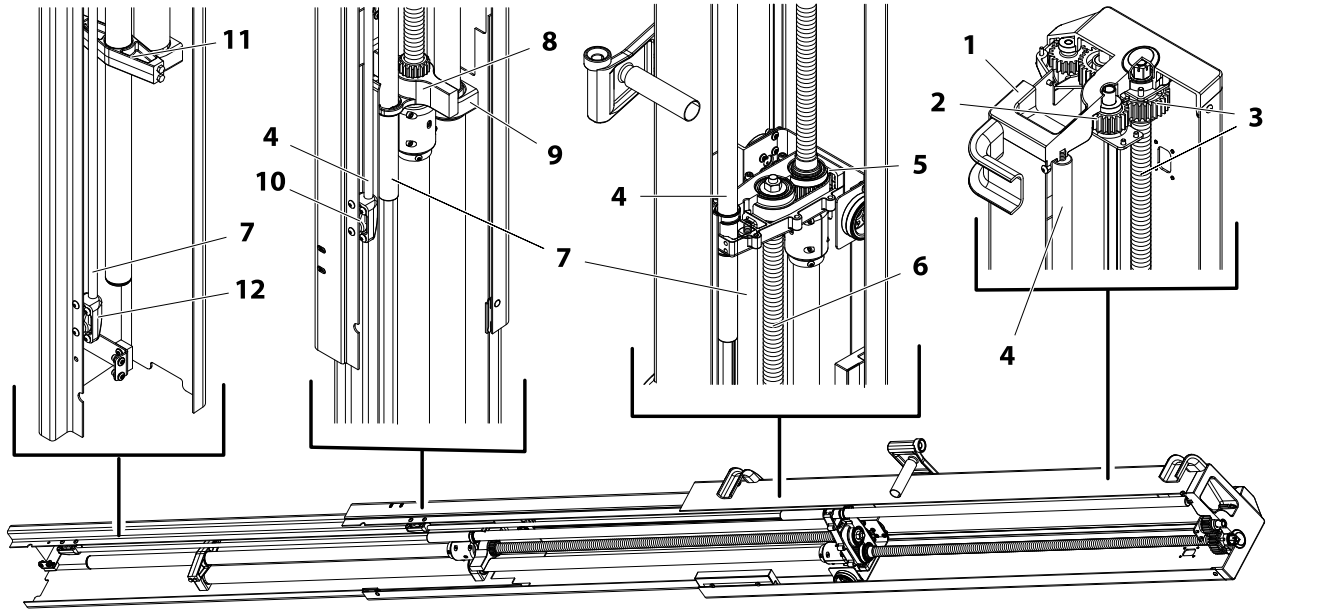

Figura 6-1. FT70 e FT140 — Visão geral dos componentes do mastro
- a. Deslize a ferramenta especial no fundo da seção média do mastro para engatar a seção externa à seção média do suporte da haste do cilindro de gás — Item 10, Figura 6-1. na página 6-9.
- d. Remova os quatro (4) parafusos sextavados que prendem o suporte à seção média do mastro.
- e. Quando todos os quatro parafusos forem removidos, lentamente solte a ferramenta, liberando a pressão restante do suporte de gás, aproximadamente uma (1) ou duas (2) polegadas.
4. Em seguida, libere a pressão do suporte de gás da seção interna do mastro — *Item 12, Figura 6-1, na página 6-9* igual ao procedimento do mastro externo para médio.
- c. Remova os quatro (4) parafusos sextavados que prendem o suporte à seção média do mastro.
- d. Quando todos os quatro parafusos forem removidos, lentamente solte a ferramenta, liberando a pressão restante do suporte de gás, aproximadamente uma (1) ou duas (2) polegadas.
Verifique os guias de suporte de gás de náilon, onde o suporte de gás passa através da caixa de engrenagens (item 5 — *Figura 6-1. na página 6-9*) e o braço de fixação do parafuso de acionamento (item 8 — *Figura 6-1. na página 6-9*) quanto a desgaste excessivo ou quebra. Faça substituições conforme necessário.